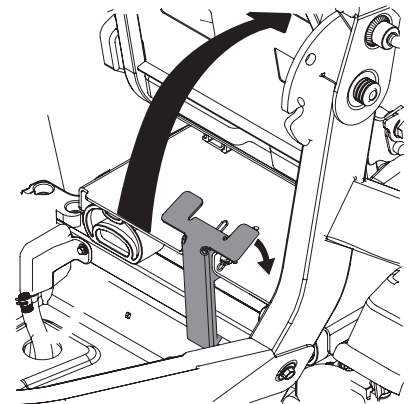

Figure 21
4. Faites pivoter tout le plateau du siège vers le haut. Voir Figure 21.